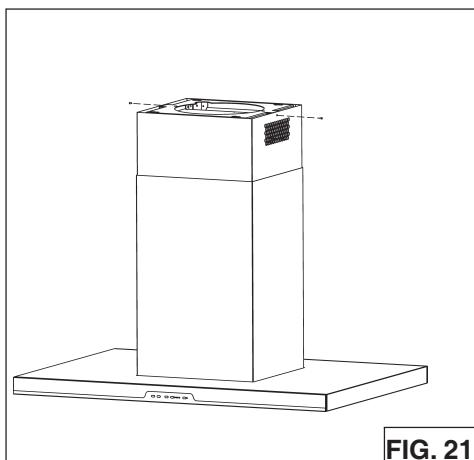

FIG. 21
1. Abaisser le conduit inférieur en place (Fig.21).